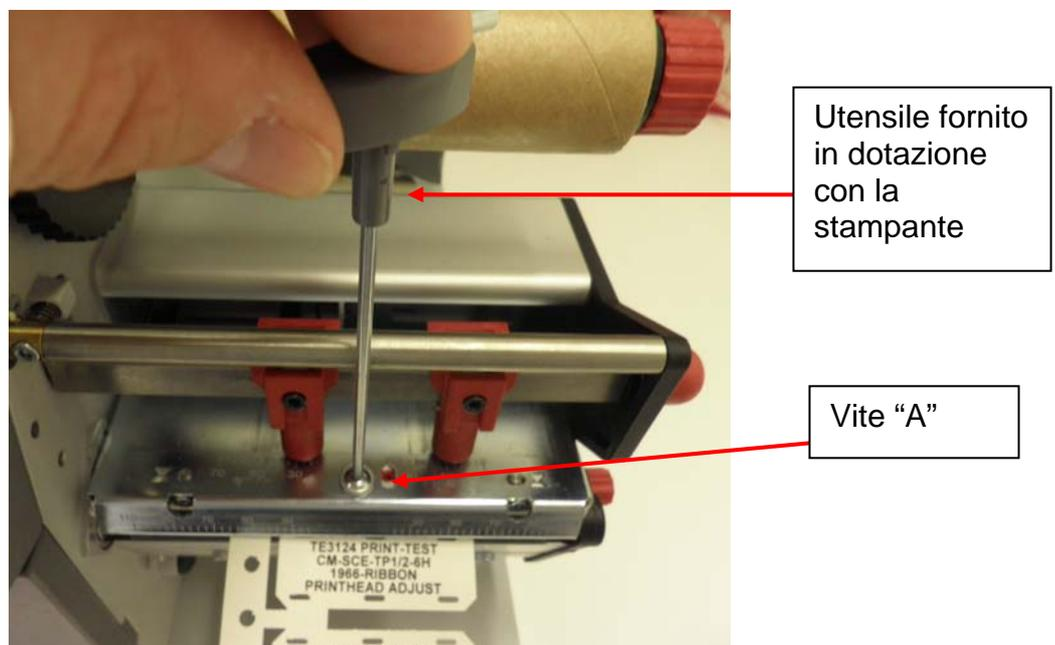

Figura 6- Allentamento della testina di stampa
- 3.4.** Per allineare la testina di stampa, rimuovere il nastro dalla stampante e allentare la vite di fissaggio della testina di stampa contrassegnata con "A" nella Figura 6. Per tale operazione, servirsi dell'utensile fornito in dotazione con la stampante e mostrato nella Figura 6.